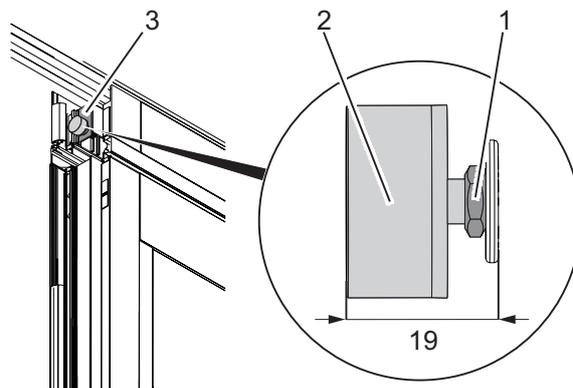

Fig. 24: Alignement latéral des vantaux
L'écart latéral des vantaux est réglé au moyen du tampon de caoutchouc (Fig. 24/2). L'écart latéral entre deux vantaux (sans les brosses) est réglé en usine sur 5 ± 2 mm. Pour obtenir cet écart, un écartement de 19 mm est donné entre l'arête supérieure du tampon de caoutchouc (Fig. 24/2) et la traverse en plastique (Fig. 24/3). Régler à nouveau l'écart latéral si nécessaire.
2. Régler le tampon de caoutchouc au moyen de l'écrou (Fig. 24/1) jusqu'à ce qu'un écartement de 19 mm existe entre l'arête supérieure du tampon de caoutchouc et la traverse en plastique (Fig. 24/3).